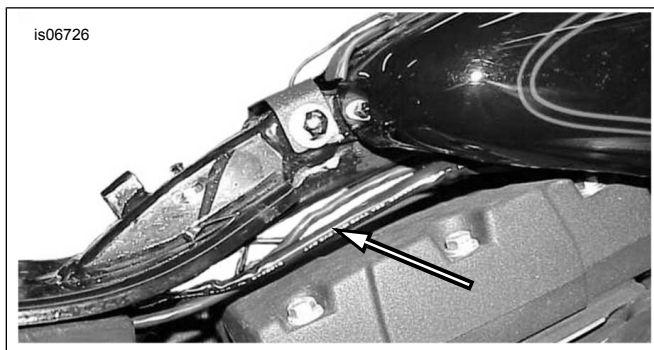

Figure 24. Acheminement des fils de l'émetteur vers le phare (Dyna)
1. Voir Figure 24. Utiliser les serre-câbles du kit pour attacher les autres fils de l'émetteur (jaune et blanc) et le conduit aux fils de la moto connectés au phare. Soulever le réservoir de carburant selon les besoins pour acheminer les fils sous le réservoir et vers le phare.